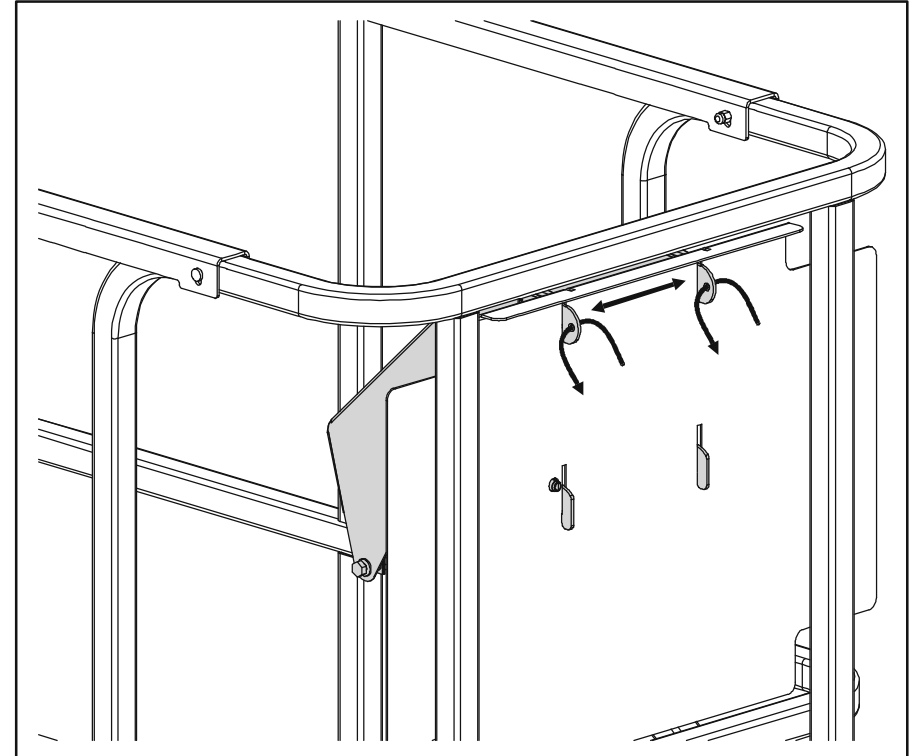

Abbildung 3-9. Befestigen des Bedienpults am Arbeitskorb
6. Den Antriebswahlschalter auf "Aus" schalten und den Schlüssel abziehen, um die Maschine zu deaktivieren und unbefugte Verwendung zu verhindern. Das Arbeitskorb-Bedienpult kann an seiner Montageplatte befestigt werden; siehe Abbildung 3-9.